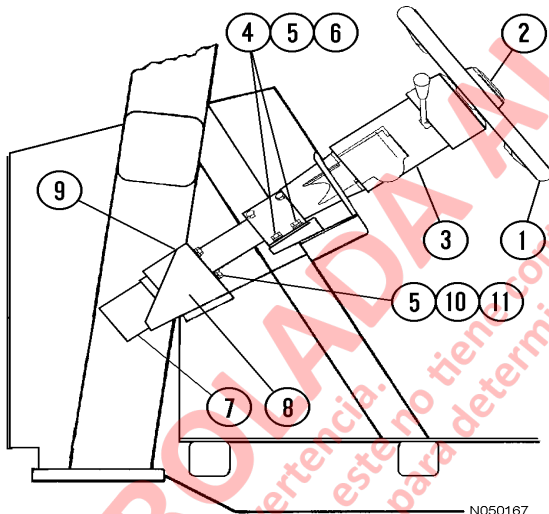

FIGURA 5-1. UNIDAD DE COTROL DE DIRECCIÓN
4. Saque cuatro tornillos de montaje (10, Figura 5-1), arandelas planas y arandelas de seguridad. Retire la unidad de control de dirección (7).
2. Mueva la unidad de control de dirección a su posición y alinee la con las ranuras del eje de la columna de dirección. Asegure la unidad en su posición con cuatro tornillos de montaje (10, Figura 5-1), arandelas planas y arandelas de seguridad.